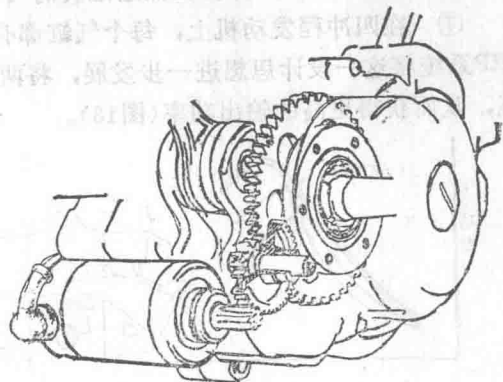

图 14
③ 随着电气部件可靠性的提高,现在许多摩托车都取消了脚踏起动器,只装有电起动器,并多采用单向离合器,起动机通过齿轮带动曲柄联合机构转动。电起动已应用到越野车型上(图14)。